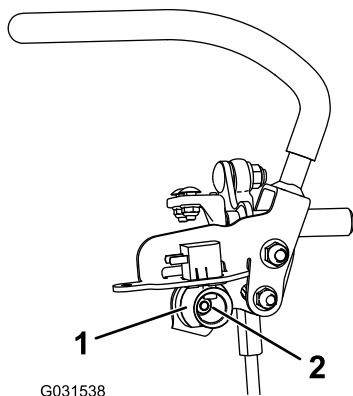

Figure 76
6. Desserrez l'écrou de fixation de la came (Figure 76).